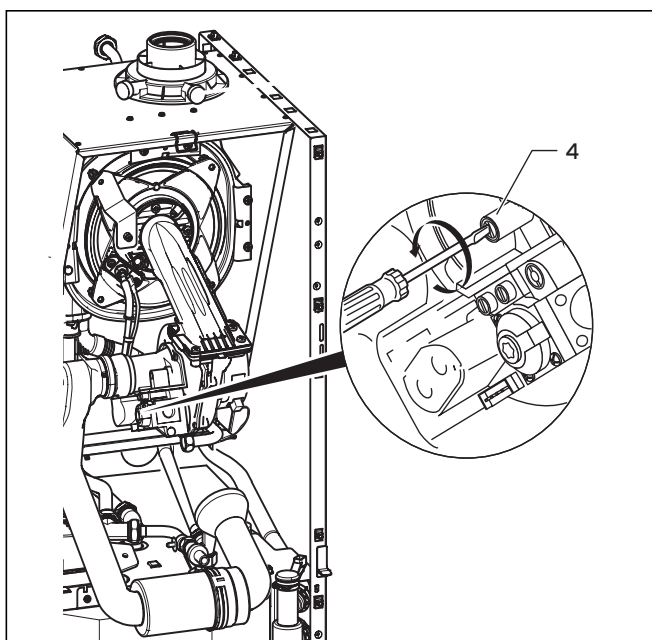

Abb. 7.6 Luftzahl einstellen
- Drehen Sie die Luftzahleinstellschraube (4, Abb. 7.6) behutsam rechts herum (im Uhrzeigersinn), um den CO2-Gehalt zu verringern.